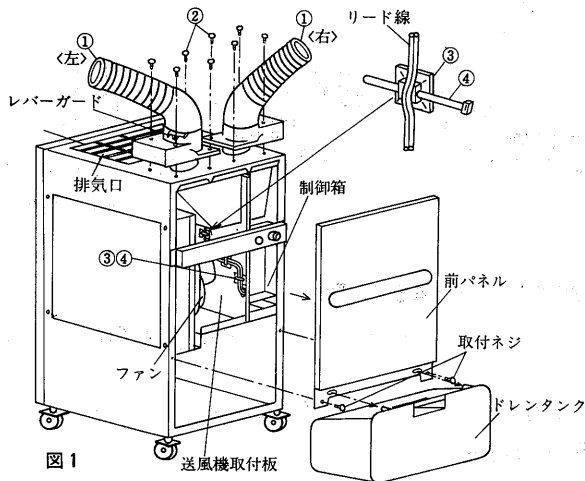

図1
- 4)自動首振り装置の取付穴に付いているキャップ〈4個〉を取外し付属の取付ネジにて図1に示す要領で取付けてください。